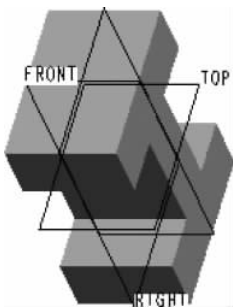

图 3-14 工字钢模型的基础特征
② 特征的所有参数定义完后，可单击操作面板中的“预览”按钮 ，预览所创建的实体，以检查各要素的定义是否正确，以便随时修改。
③ 预览完成后，单击操作面板中的“完成”按钮  或单击鼠标中键，最终完成基础特征的创建，如图 3-14 所示。